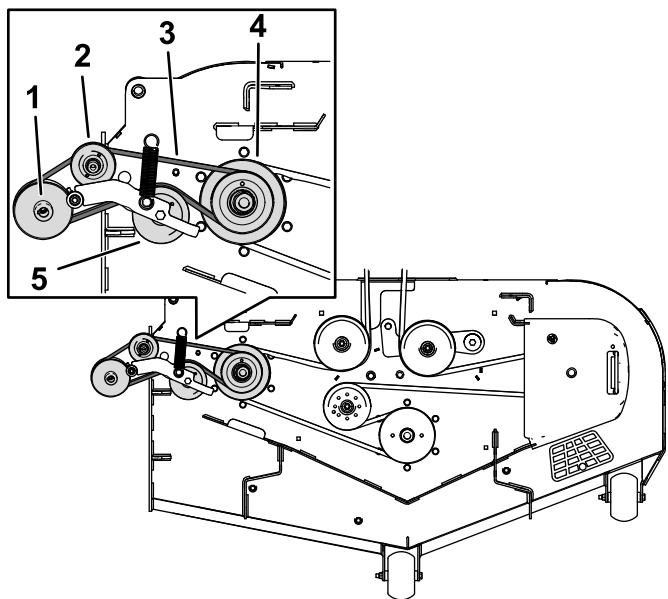

図 43
- 1. 図 43のように、駆動プーリにフロアベルトを取り付ける。